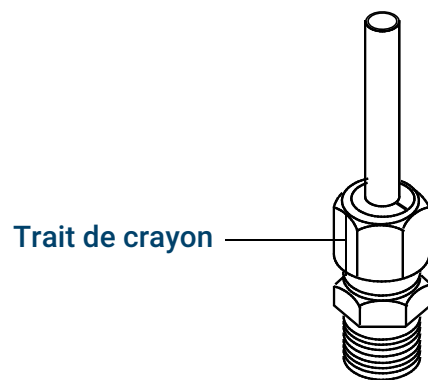

Figure 18. Marquage du raccord
6. Faites une marque au crayon sur l'écrou. Reportez-vous à la **Figure 18**.